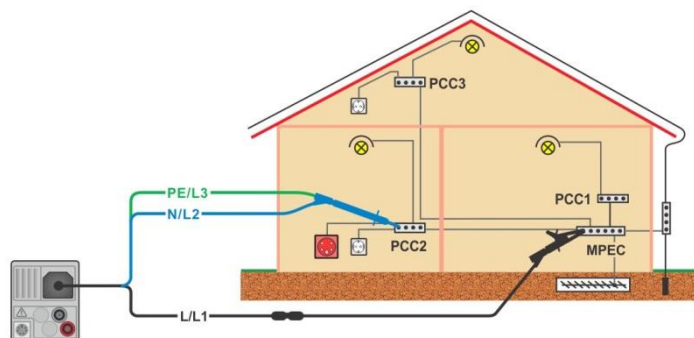

Abbildung 7.20: Anschluss des 3-Leiter Prüfadapters plus des optionalen Verlängerungskabels
- › Schließen Sie die Prüfleitungen an, siehe **Abbildung 7.20**.